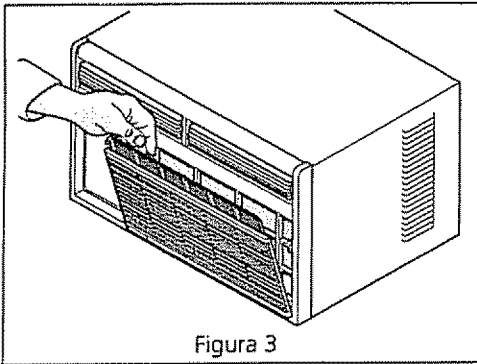

Figura 3
- Cuando el filtro o la pestaña del filtro sean visibles en la parte delantera del aparato, tome el filtro ubicado detrás del panel delantero y jale. O bien, jale hacia usted con cuidado la parte superior del panel delantero, inclinándola para alejarla de la caja. Jale el filtro hacia arriba sujetando las pestañas del marco del filtro (Figura 3).